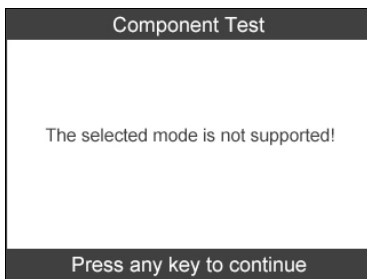

Figure 6.26
- Certains véhicules ne permettent pas aux outils de diagnostic de commander les systèmes ou les composants de véhicule. Si le véhicule testé ne prend pas en charge le test de fuite EVAP, un message s'affiche. (Figure 6.26)